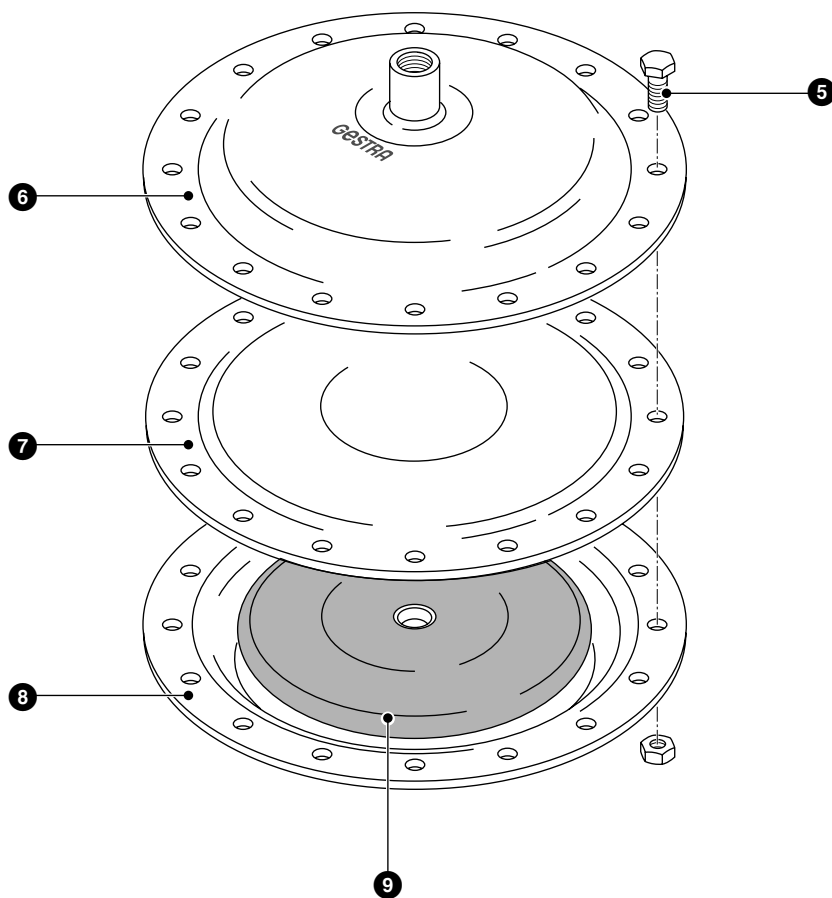

Fig. 9
2. Desapertar e retirar os parafusos sextavados ❺ e as respectivas porcas. **Fig 9**
3. Retirar e limpar a parte superior ❻ do actuador.
4. Retirar o diafragma usado ❼. Limpar a parte inferior ❸.
5. Colocar um diafragma novo ❼ e posicioná-lo de forma a alinhar os furos com os furos da parte inferior.
6. Colocar a parte superior ❻ e posicioná-la de forma a alinhar os furos.
7. Colocar os parafusos sextavados ❺, aparafusar as porcas sextavadas, apertando em cruz com um binário de **5 Nm**.
9. Proceder à prova de estanqueidade, e, se necessário, reapertar em cruz as porcas sextavadas ❺.
10. Lubrificar a peça guia ❹ (p.ex. com WINIX 5000) através do casquilho de lubrificação existente na união do actuador.